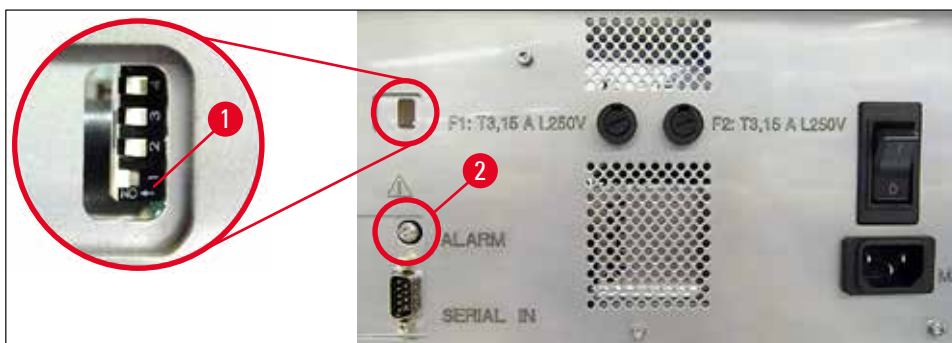

Fig. 45
- » Bipfunktionen kan deaktiveres ved at trykke på kontakten allernederst (→ "Fig. 45-1") til højre (→ "Fig. 45").